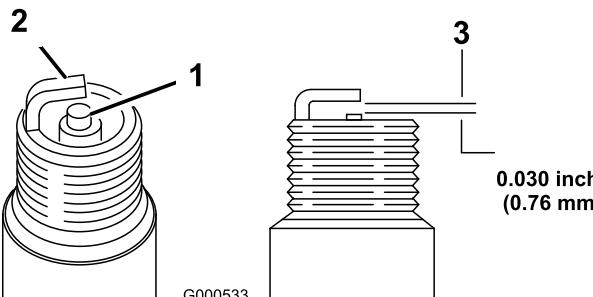

Figura 45
1. Veja a parte central das velas de ignição (Figura 45).
2. Verifique a folga entre os elétrodos central e lateral (Figura 45) e dobre o elétodo lateral, se verificar uma folga incorreta.